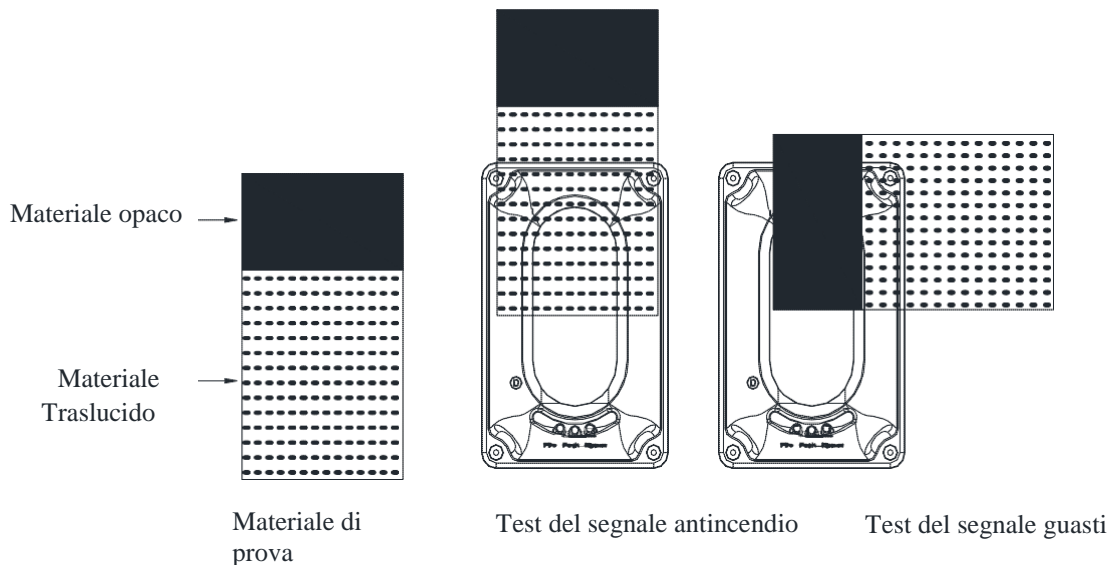

Figura 13: Dettagli dei test
- a. Utilizzando i materiali opachi/traslucidi forniti in dotazione, coprire una metà del rivelatore a fascio con una parte del materiale opaco. Subito dopo il LED Giallo [Guasti] si accende per dare il segnale di guasti. [Il relè di allarme guasti [GZ1 e GZ2] si bloccherà fino a chiudersi normalmente]. Fare riferimento alla Figura 13